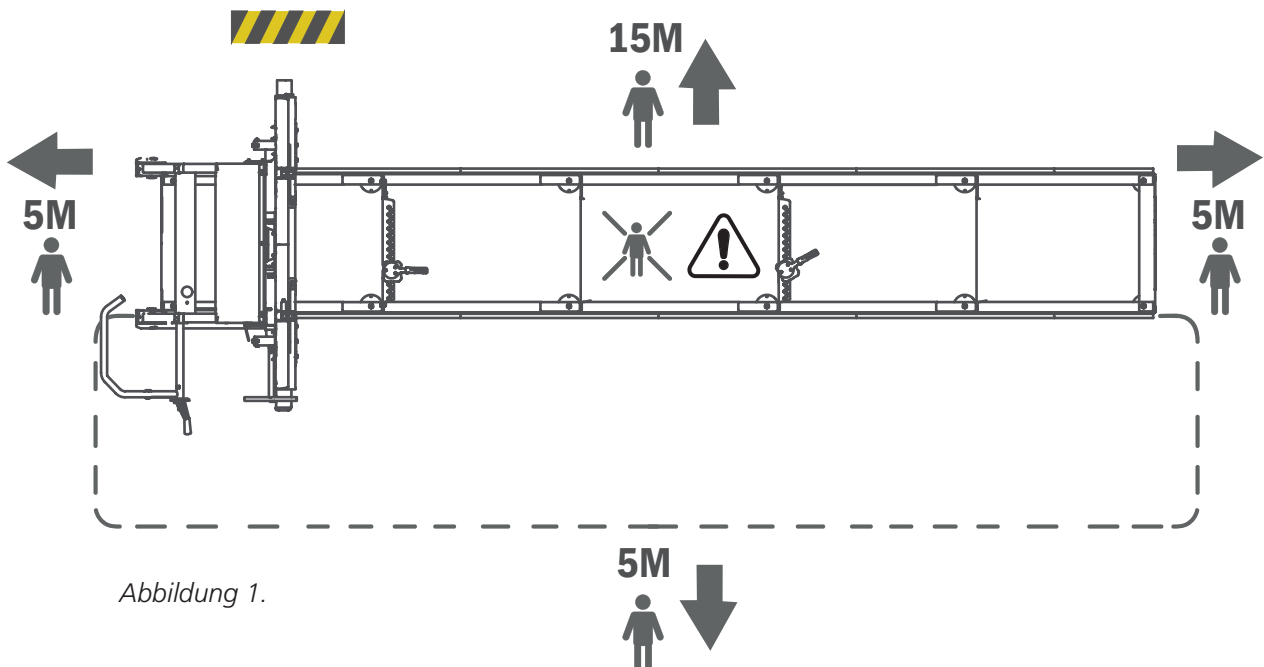

Abbildung 1.
-  Der Mindestsicherheitsabstand um das Sägewerk ist in Abbildung 1 dargestellt. Beachten Sie, dass der Sicherheitsabstand auf der linken Seite des Bandsägewerks 15 m beträgt, da die Gefahr besteht, dass Sägeblattstücke aus dem Spänstutzen ausgeworfen werden können falls ein Band bricht. Auf den anderen Seiten des Sägewerks beträgt die Sicherheitsentfernung 5 m. [Abbildung 1]